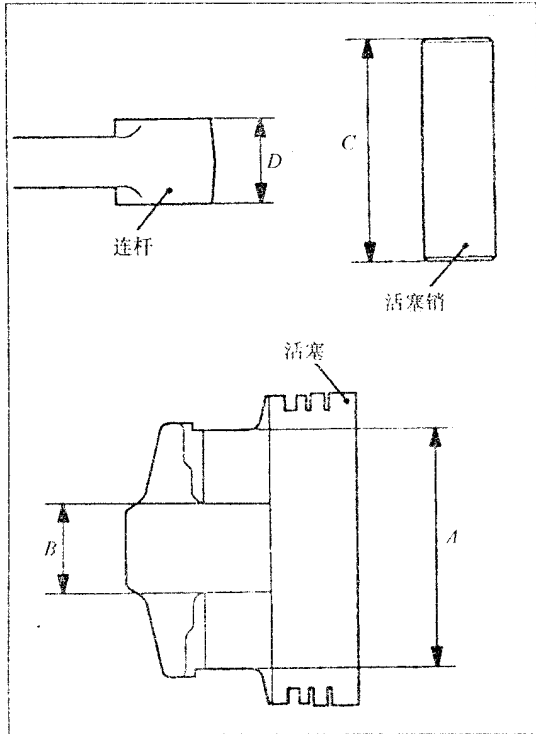

图 3-44
(1) 活塞销的安装
a. 测量下列长度 (见图 3-44 所示)。